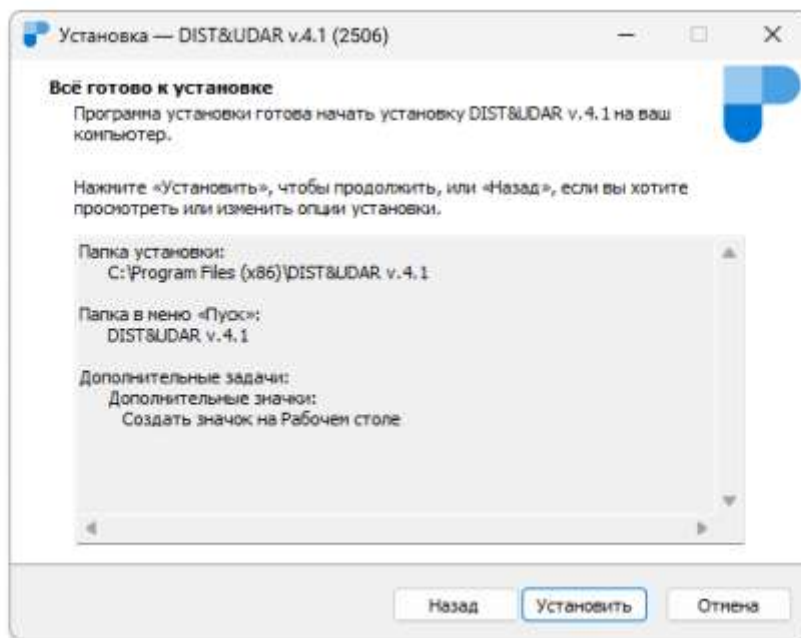

Рисунок 2.3.4 – Опции установки
6. Проверить опции установки (см. Рис. 2.3.4). При необходимости, изменить опции установки вернувшись к их настройкам, нажав **Назад**.